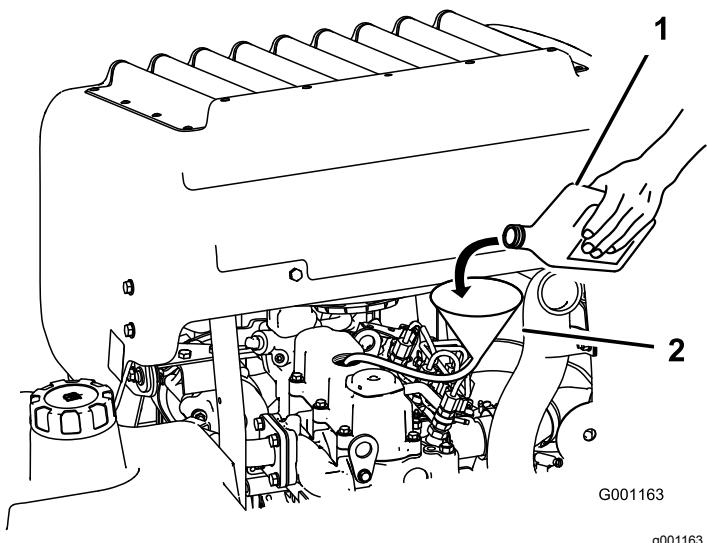

Figura 53
3. Utilice un tubo y un embudo para añadir aceite a la máquina (Figura 53).